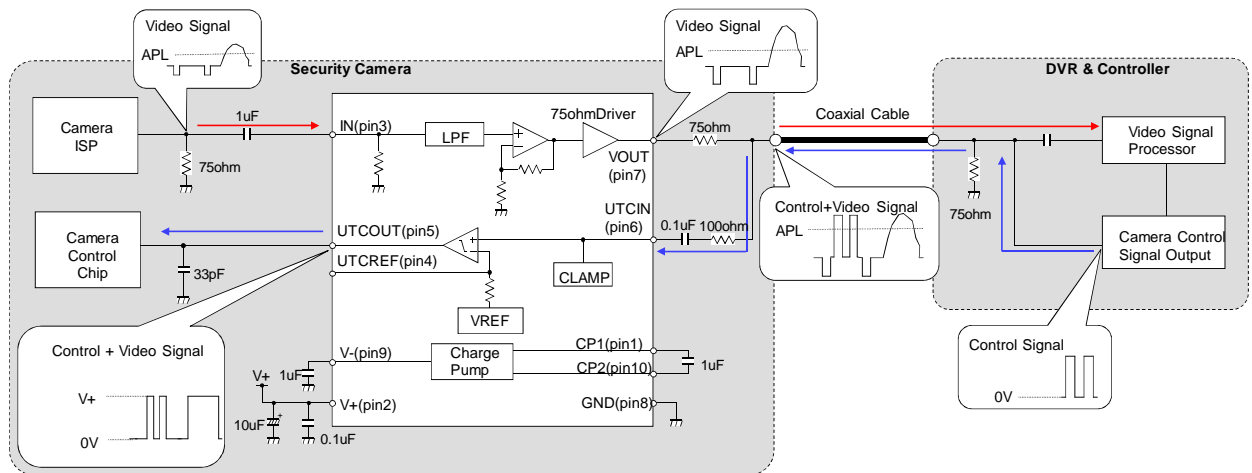

図 1：同軸多重伝送アプリケーション例
■ 応用回路図 1 (標準回路)
NJU71042 は、1 本の同軸ケーブルにビデオ信号とカメラをコントロールするための制御信号を重畳して伝送することが可能です。Coaxial データ出力部（例：DVR、コントローラ）によって、NJU71042 から出力されたビデオ信号に、カメラ制御用信号が重畳され、NJU71041 の UTCIN (pin6) に入力されます（図 1 参照）。